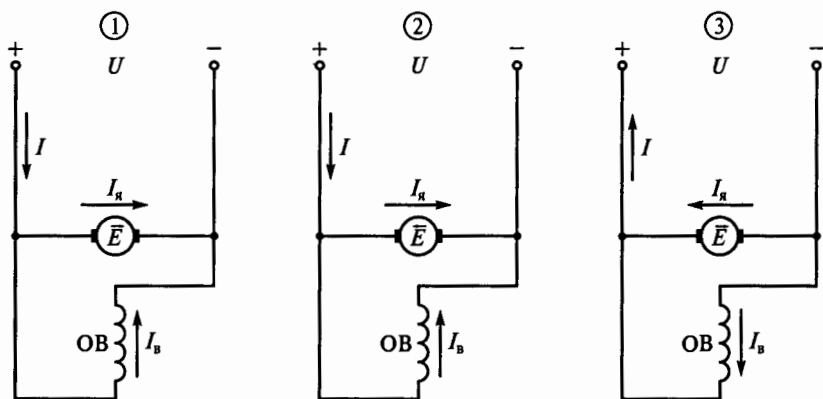

Рис. 245
**10.39.** В какой из трех схем двигателя постоянного тока с параллельным возбуждением на рис. 245 правильно показаны направления токов и ЭДС?